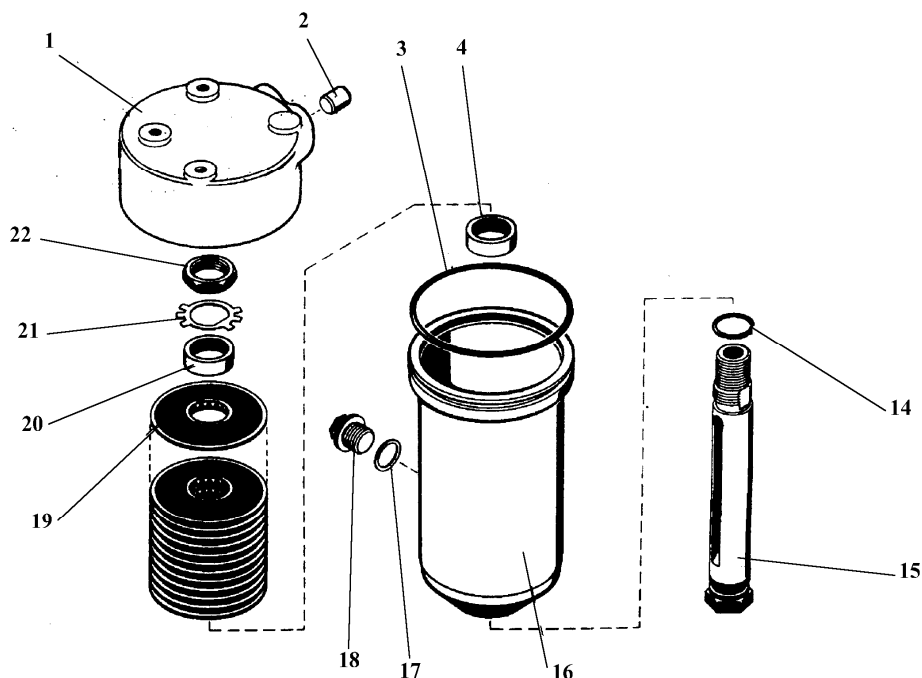

Рис. 68 Фильтр коробки передач с напорным клапаном
- а) отвернуть пробку 18 (рис. 68) фильтра и слить масло;